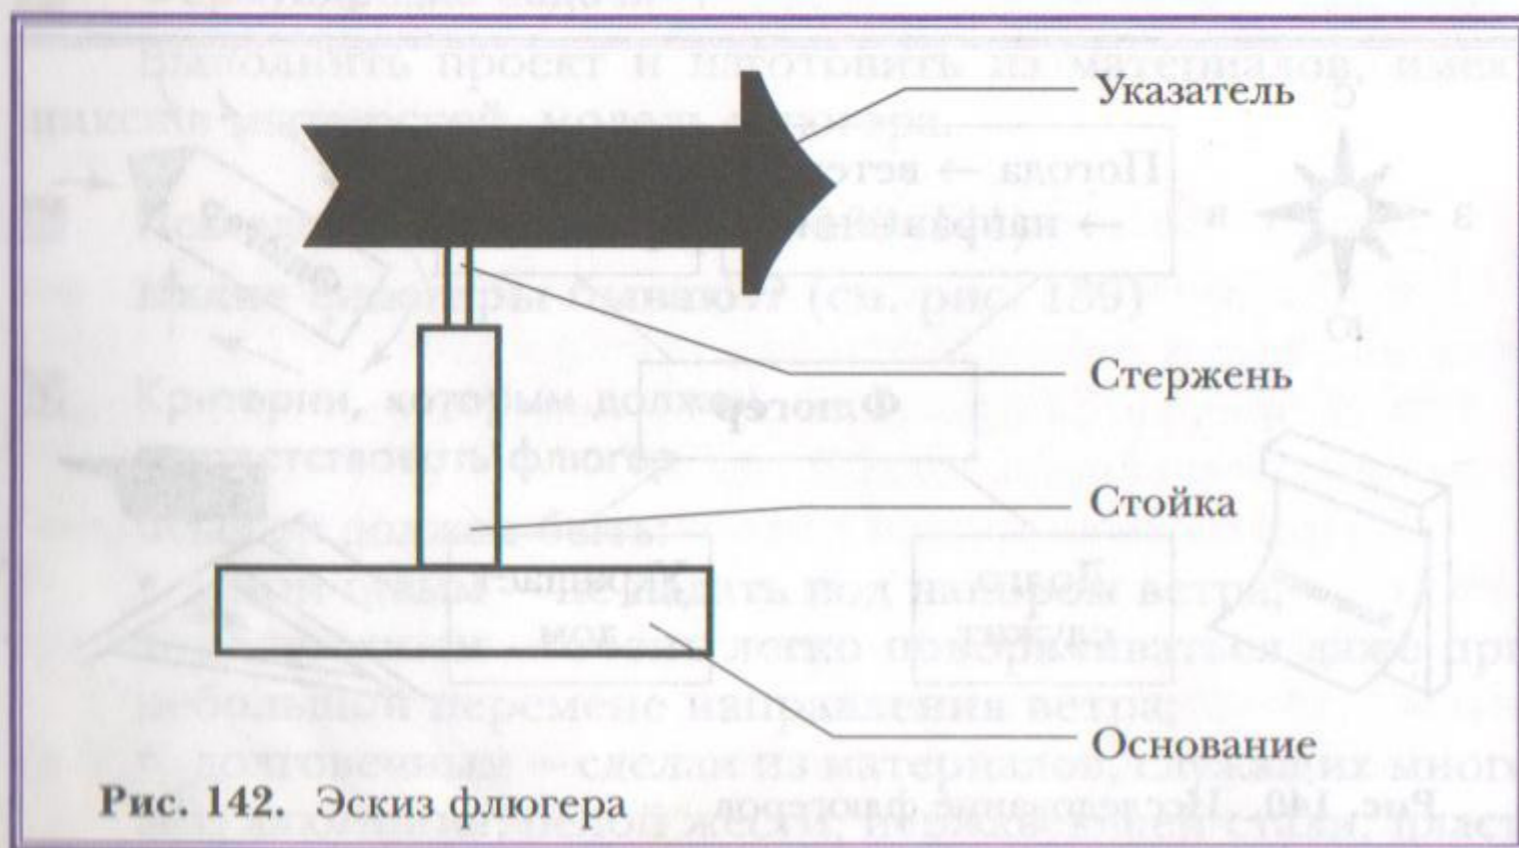

Рис. 142. Эскиз флюгера
**Основные части макета флюгера (рис. 142)**